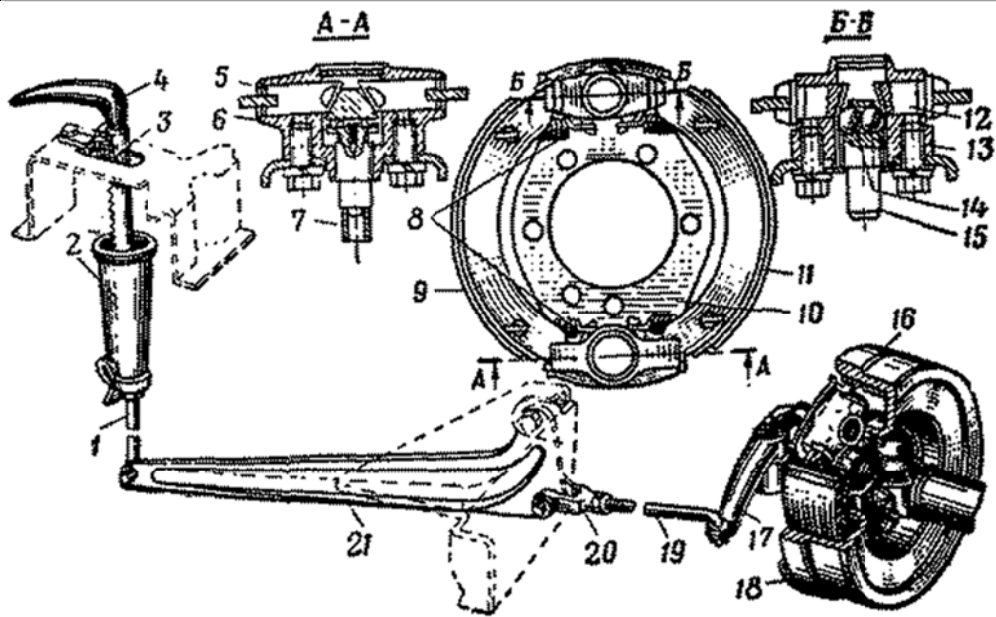

Рис. 2.2. Центральный тормоз и управление:
11.9. Установить стержень 4 (рис. 2.2) привода центрального тормоза в положение, соответствующее полностью отпущенному тормозу, расшилнтовать и отсоединить промежуточный рычаг 21 от тяги 1 стержня привода центрального тормоза	Плоскогубцы комбинированные 150, молоток АЗ